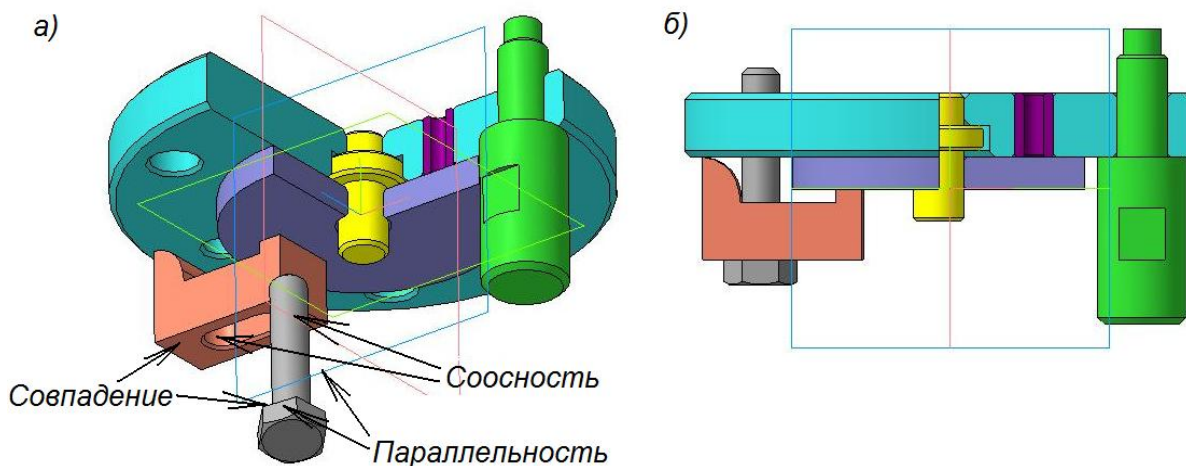

Рис. 5.11. Схема установки модели стандартного изделия «Болт» в модель сборочной единицы
3. Выполните соединение прижима и плиты с помощью болта (рис. 5.11):